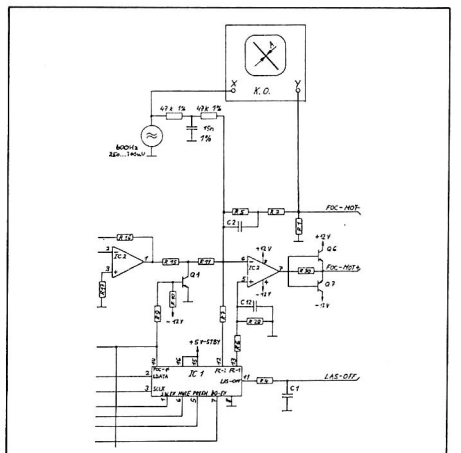

Fig. 4.16
- NF- Generator an X- Eingang eines Oszilloskopes und ueber ein R-C-R- Glied (gem.Fig. 4.16) an Pin 6 von IC2 (auf 1.769.310/315) anschliessen (f= 600Hz +/-5Hz, U= 250...300mV RMS).